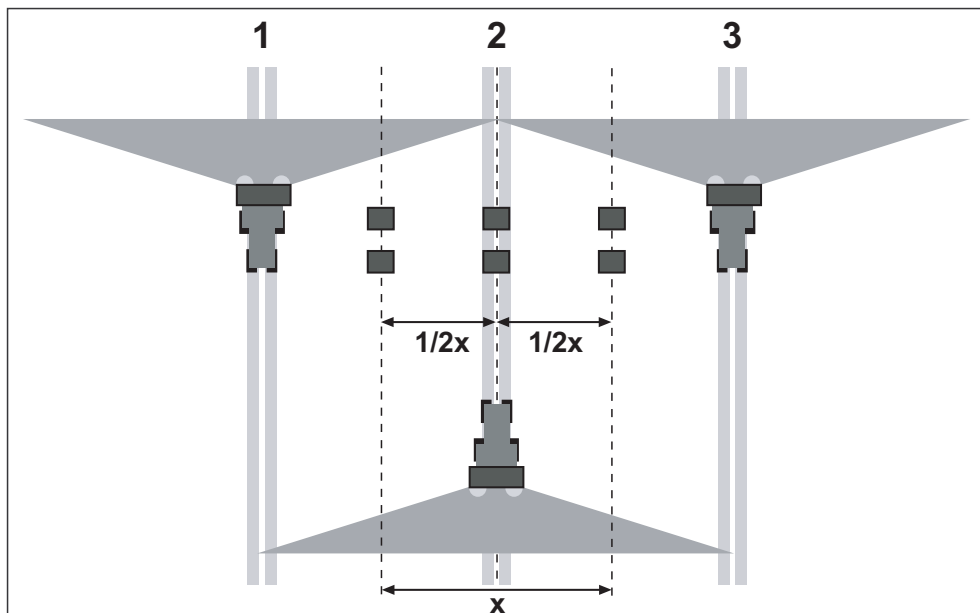

Figure 7.24 : Disposition pour trois passages
- Installer deux bacs récupérateurs à **1 m** de distance l'un derrière l'autre dans les zones de recouvrement et dans le passage du tracteur (selon figure 7.24).